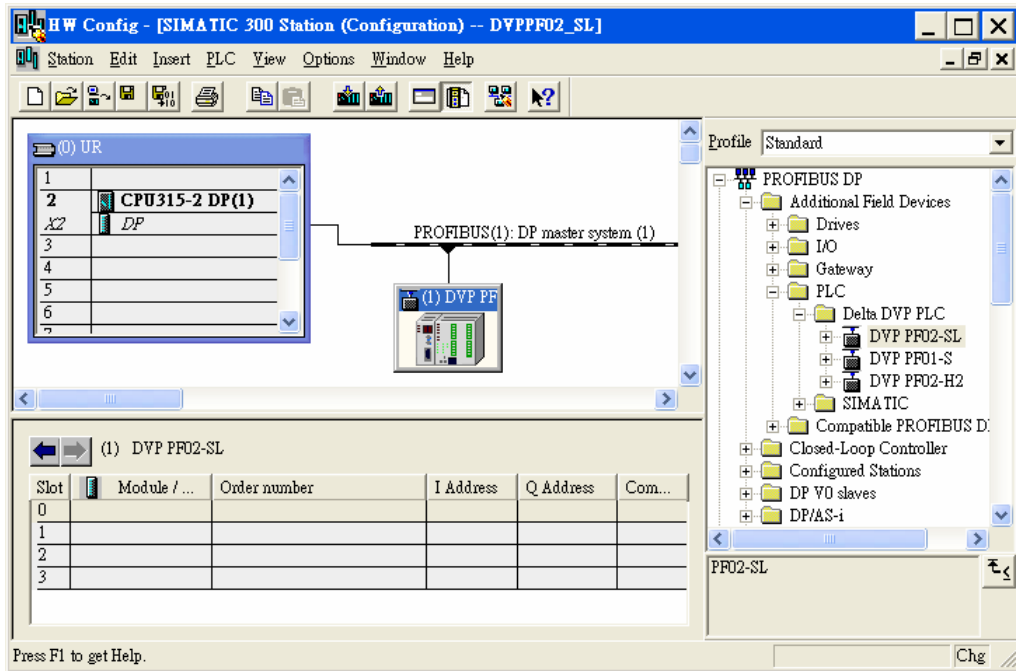

图 10-22
3. DVPPF02-SL 加入 PROFIBUS DP 总线，如图 10-22 所示。